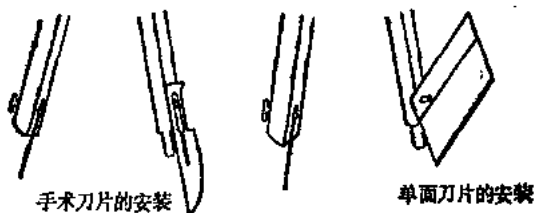

图 3
2. 用螺丝把手术刀片安装在圆规上就行了。如果用单面刀片,那就要在刀片上钻一个小孔,同样用螺丝装在圆规上就行了,见图 3。